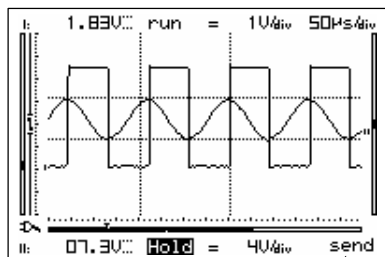

Fig 64
„Send“ (2) is displayed briefly.(Fig.64)
„Send“ **(2)** zal kort verschijnen **(Fig.64)**
„Send“ **(2)** s'affiche brièvement **(Fig.64)**
„Send“ **(2)** erscheint zeitlich **(Abb. 64)**